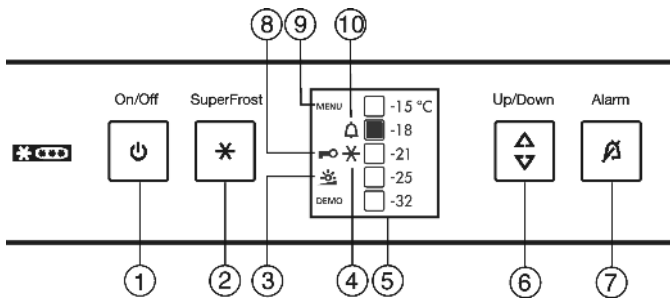

Fig. 3
- A SuperFrost ikon Fig. 3 (4) villog a hőmérsékletkijelzővel együtt.